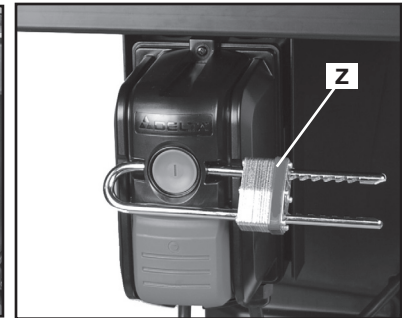

FIG. 20
IMPORTANTE: Cuando no use la máquina, la sierra debe estar apagada y el botón de encendido ("ON") desbloqueado para evitar el uso no autorizado. Para desbloquear el botón de encendido ("ON"), use un candado de longitud estándar (Z), Fig. 20, con un grillete de al menos 70 mm (2 3/4 pulg.) de largo y con postes que no superen los 7 mm (9/32 pulg.) de espesor.